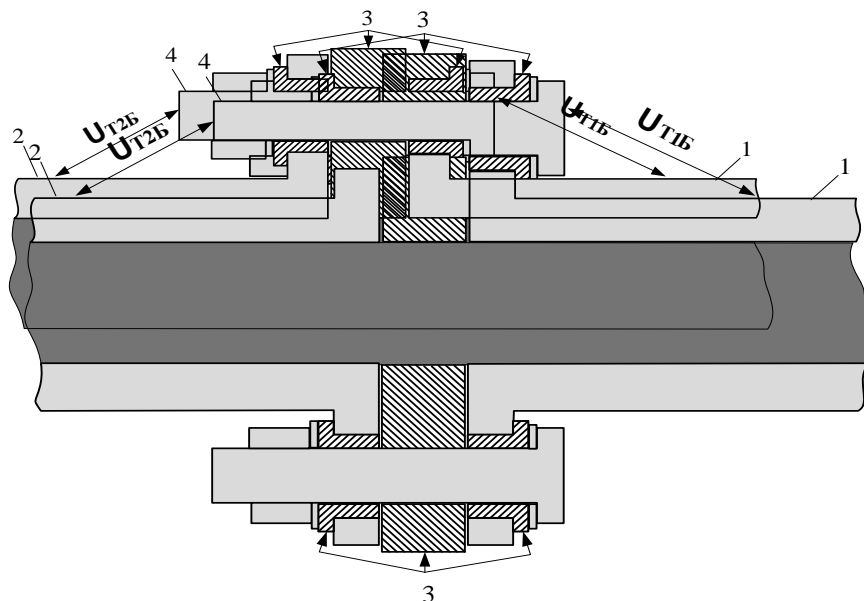

Рис.1. Схема проверки изолирующих элементов труб пневмообдувки.
7.2.2 Проверка исправности изолирующих элементов (см. рис.1, позиция 3) в месте соединения труб пневмообдувки (позиции 1 и 2) производится путем измерения напряжений: